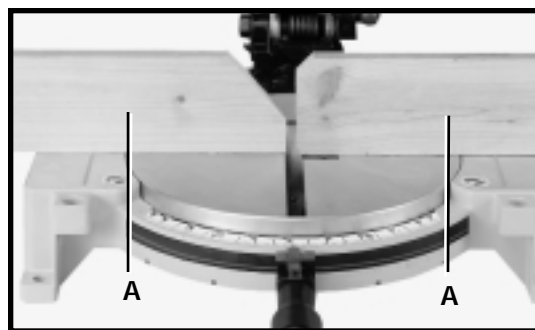

Fig. 32
Des trous sont prévus dans le guide pour fixer un guide auxiliaire (A) fig. 32. Ce guide auxiliaire se fabrique à partir d'une planche en bois rectiligne d'environ 1/2 po d'épaisseur sur 3 po de hauteur et 20 po de longueur.